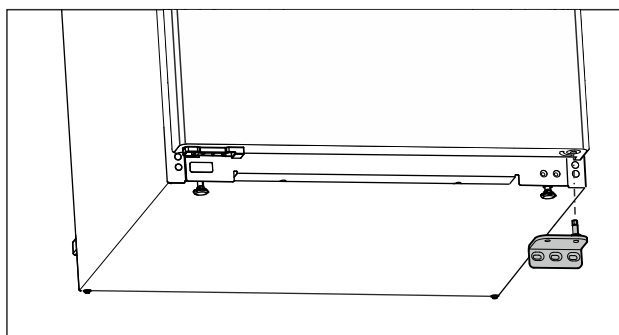

Fig. 15
- ▶ Tag hængslet af nedefter. (se Fig. 15)